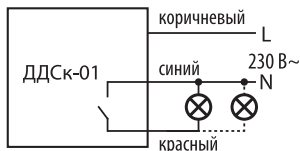

Рисунок 6. Схема подключения датчиков движения ДДСк-01
- произвести подключение проводов питания и нагрузки к проводам датчика согласно схеме подключения на маркировке датчика или в данном паспорте – рисунок 6.